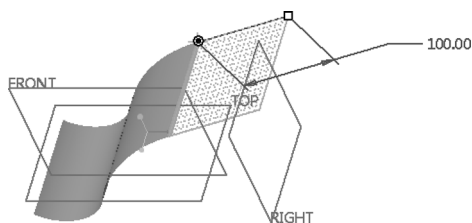

图 5-122 曲面模型显示
4) 在“延伸”选项卡的 组合框内指定恒定延伸的延伸距离为“100”，此时曲面模型显示如图 5-122 所示。